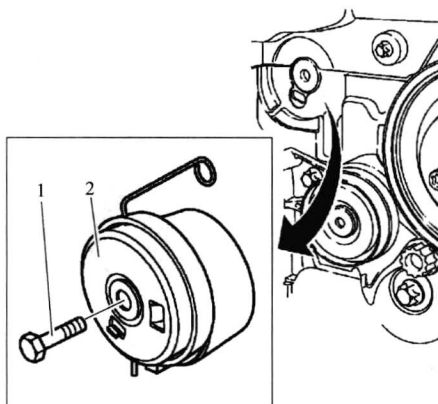

图 1-8 安装正时带张紧器
5) 如图 1-8 所示, 用新的紧固件 (1) 安装正时带张紧器 (2) 并紧固至 $20\text{N} \cdot \text{m}$ ($15\text{lb} \cdot \text{ft}$)。